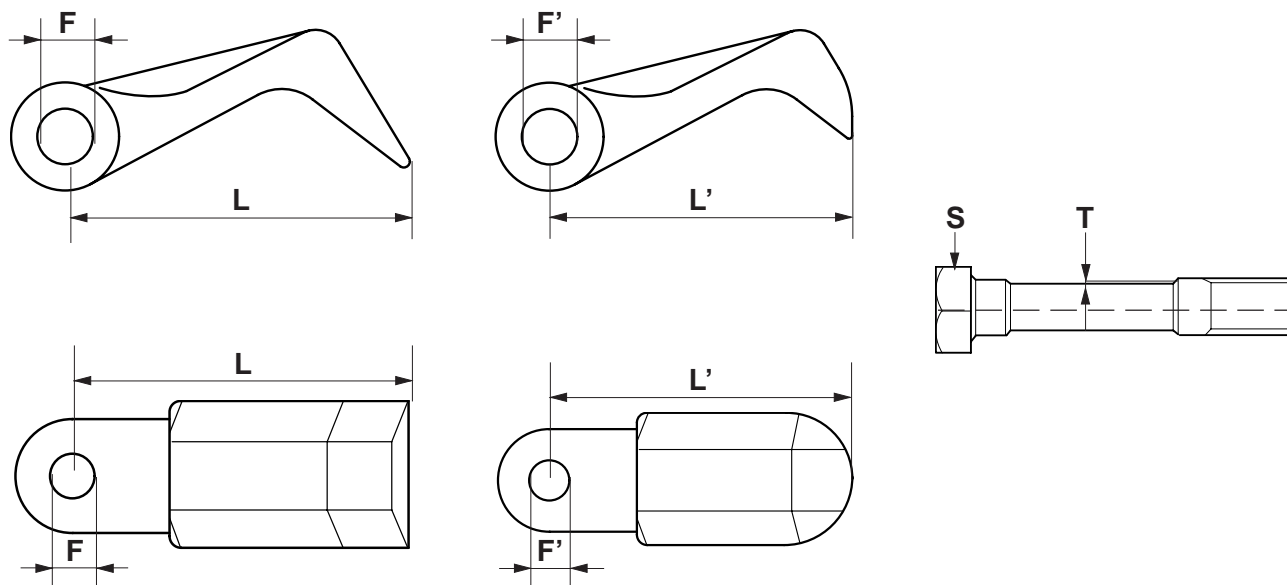

Fig. 27
- pas être inférieure à 15 mm par rapport à la longueur d'origine (Fig. 27).
- L'usure «T» de l'axe dépasse 2 mm (Fig. 27).
- mm aufweisen (Abb. 27).
- Die Länge «L» der Messer darf nicht weniger als 15 mm im Bezug zur Originallänge ausmachen (Abb. 27).
- der Verschleiß «T» des Bolzens mehr als 2 mm ausmacht (Abb. 27).
- puede disminuir más de 15 mm. con respecto a la longitud original (Fig. 27).
- El desgaste «T» del perno es mayor de 2 mm (Fig. 27).